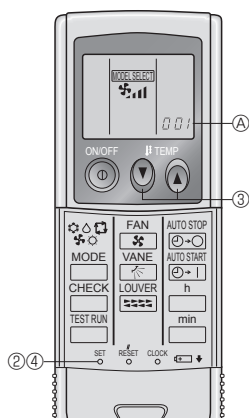

Fig. 6-3
2) Preparación inicial (Fig. 6-3)